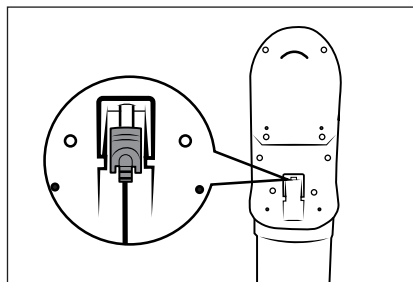

Fig. 8
- ▶ Încărcăți acumulatorul ② din nou imediat ce afișajul bateriei ② indică faptul că acumulatorul mai are puțină energie ② .
- ▶ Aparatul se oprește la scurt timp după ce este afișat un acumulator descărcat ② .
- ▶ Aspiratorul poate fi încărcat și direct prin intermediul adaptorului de rețea ⑩. Pentru aceasta, scoateți conectorul-tată ⑪ din suportul pentru perete ⑬ printr-o mișcare ușoară de rotire și introduceți-l în mufa ③ de la aparat (a se vedea fig. 8).